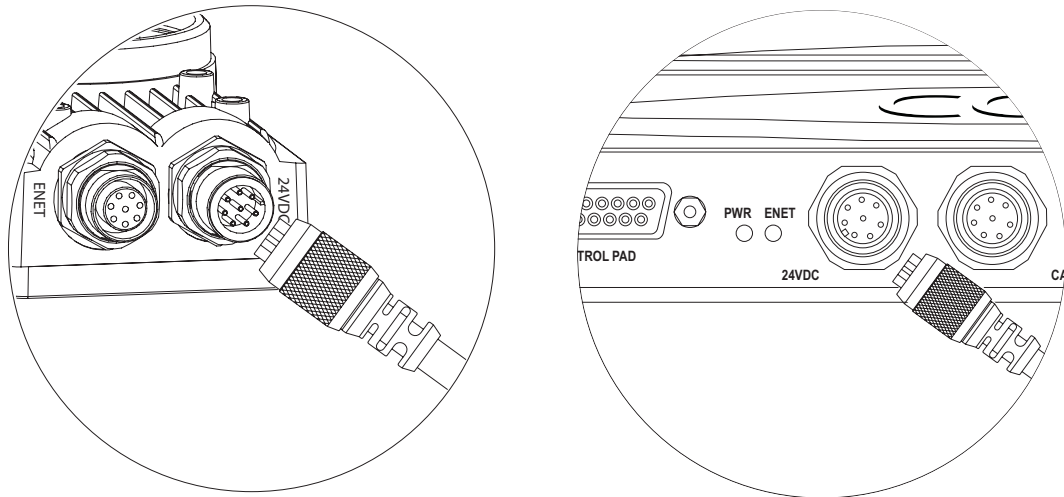

図 2-3: In-Sight センサに CIO-1400 を接続する
| 図 2-3: | In-Sight センサに CIO-1400 を接続する..... | 6 |
8. I/O ケーブルのもう一方の端（M12 コネクタ）を 図 2-3 に示すように、In-Sight センサのブレークアウトポート（24VDC と表示）に接続します。